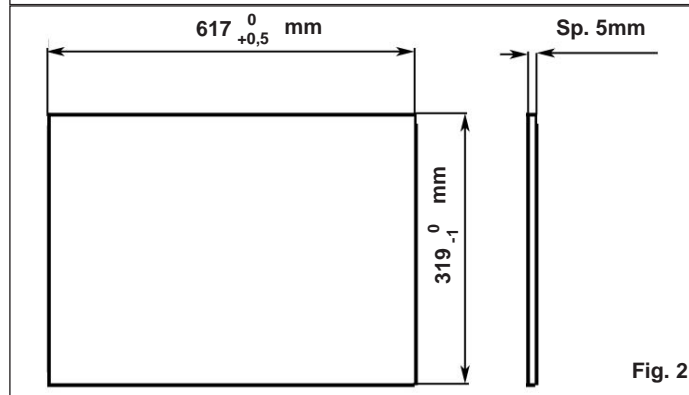

Fig. 2
- Die Leuchte darf nur mit einer Sicherheitsglasabdeckung benutzt werden. Die Abdeckung ist ein bedrucktes Glas, chemisch gehärtet (Bild 2).
- El aparato tiene que ser utilizado sólo si completo de su vidrio de protección. Es un vidrio templado químicamente (fig.2).
- L'apparecchio deve essere utilizzato solo se completo del suo schermo di protezione. Trattasi di vetro temperato sodico-calcico (Fig.2).